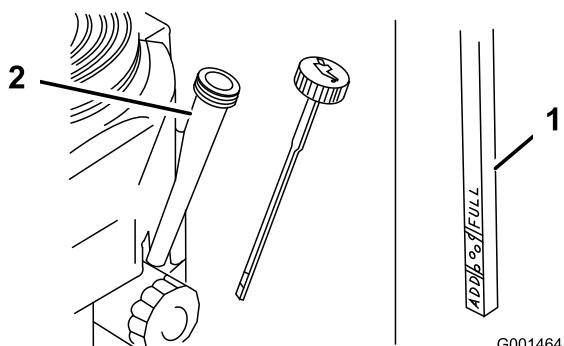

Figura 27
5. Desenrosque la varilla de aceite y límpie el extremo (Figura 27).
6. Deslice la varilla a fondo en el tubo de llenado, pero no la enrosque en el tubo (Figura 27).
9. Vierta lentamente un 80% aproximadamente de la cantidad especificada de aceite por el tubo de llenado (Figura 27).